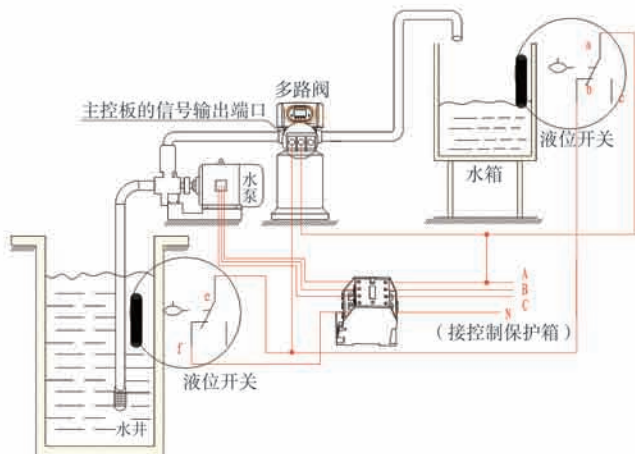

图12 通过水箱液位控制380V进水泵的接线图
3) 通过水箱液位开关控制进水泵（三相电机，图12）（设为b-01）